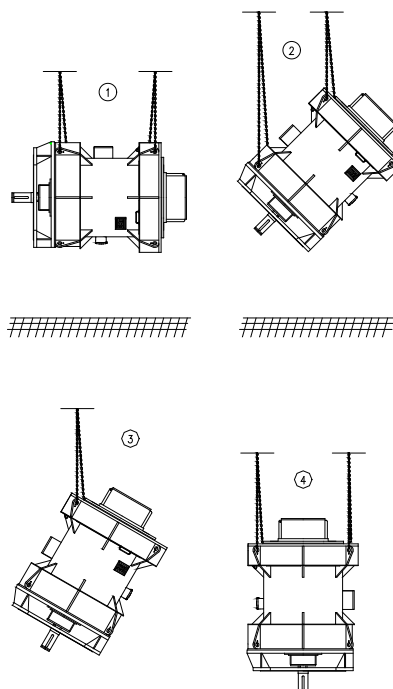

图 3.2：电机定位
立式电机的驱动端 (DE) 和非驱动端 (NDE) 都配有吊环。某些电机采用水平位置运输，因此需要移动到初始位置。图 3.2 显示了如何将电机从水平位置移动到垂直位置，反之亦然。